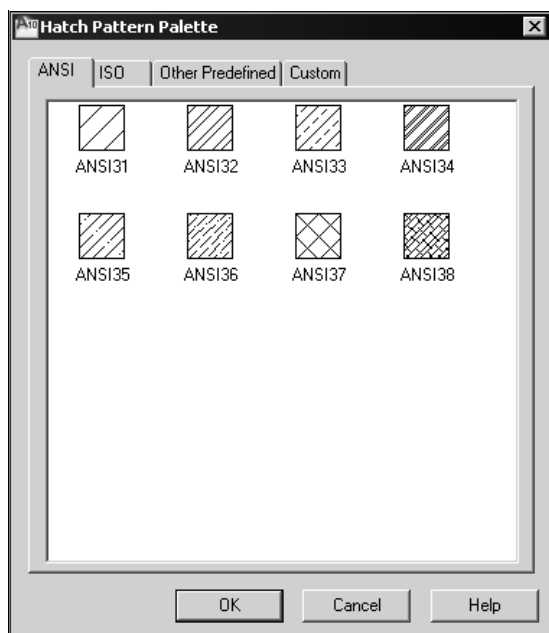

Рис. 10.2. Диалоговое окно образцов штриховки на вкладке **ANSI**
5. Для выбора образца штриховки нажмите кнопку с символом [...]. Откроется диалоговое окно **Hatch Pattern Palette** (Палитра образцов штриховки), в котором выберите вкладку **ANSI** (рис. 10.2).